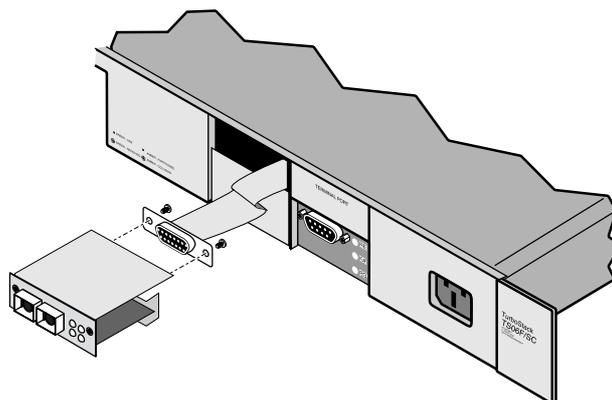

図 4.9 AUI コネクタへの取り付け
3. 図 4.9 に示すように、取り替え用のバックボーンポートのオプションに AUI コネクタを差し込んだ後、皿ネジで両脇を固定します。その際にあまり強く閉めすぎないように注意してください。